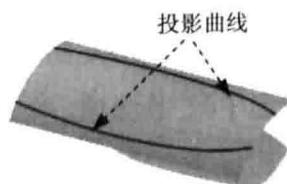

图 1.12 投影曲线 2
Step9. 创建图 1.12 所示的投影曲线 2。在模型树中选取草图 2，单击 **投影** 按钮；选取拉伸曲面 2 为投影面，采用系统默认方向，单击 **确定** 按钮，完成投影曲线 2 的创建。